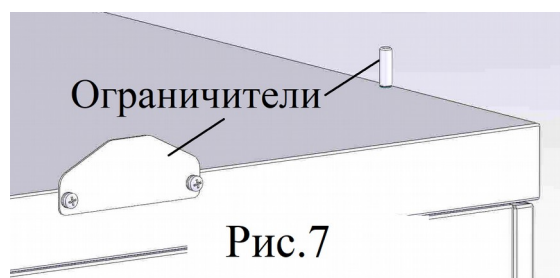

Рис.7
4.9 Справа установите ограничитель плоский винтами М5. Бобышки-ограничители вкрутите вдоль заднего края столешницы (рис.7).